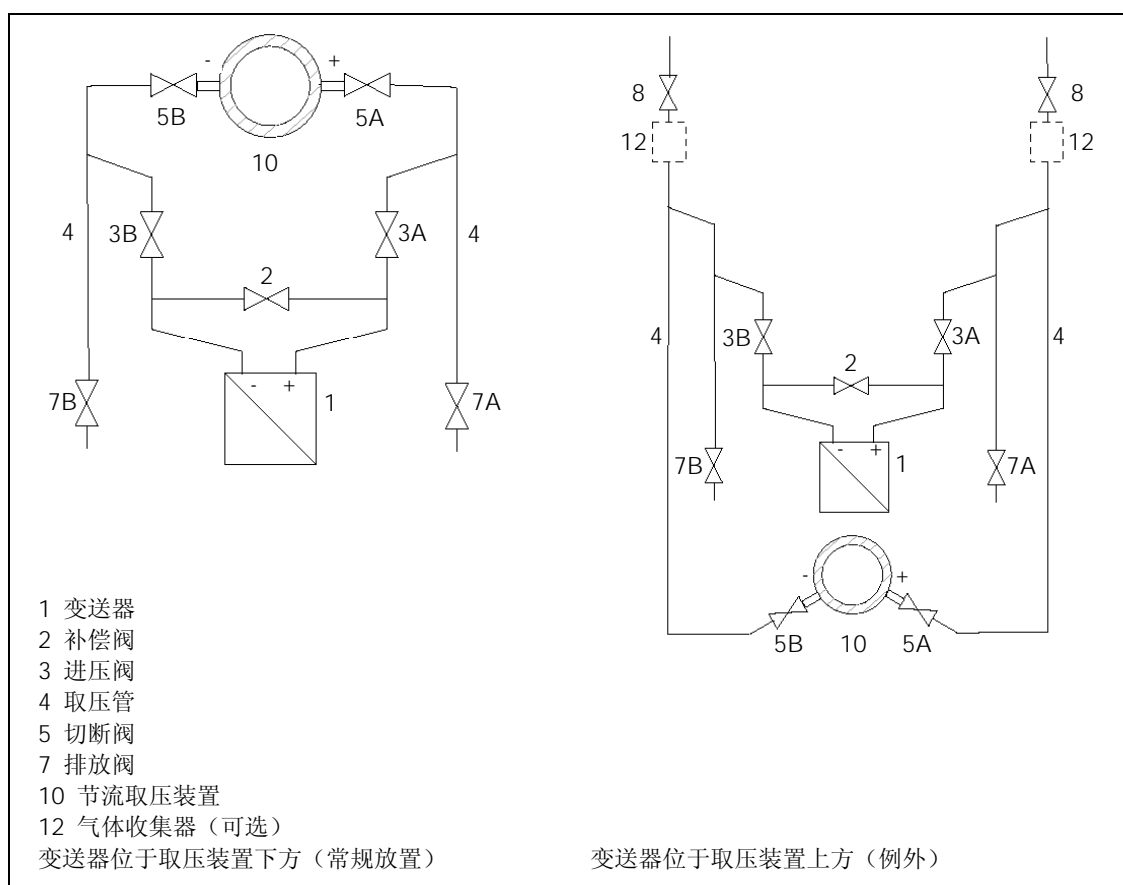

图 42 测量液体
1. 打开取压点处的两个切断阀（101 页，图 42 中的 5）。